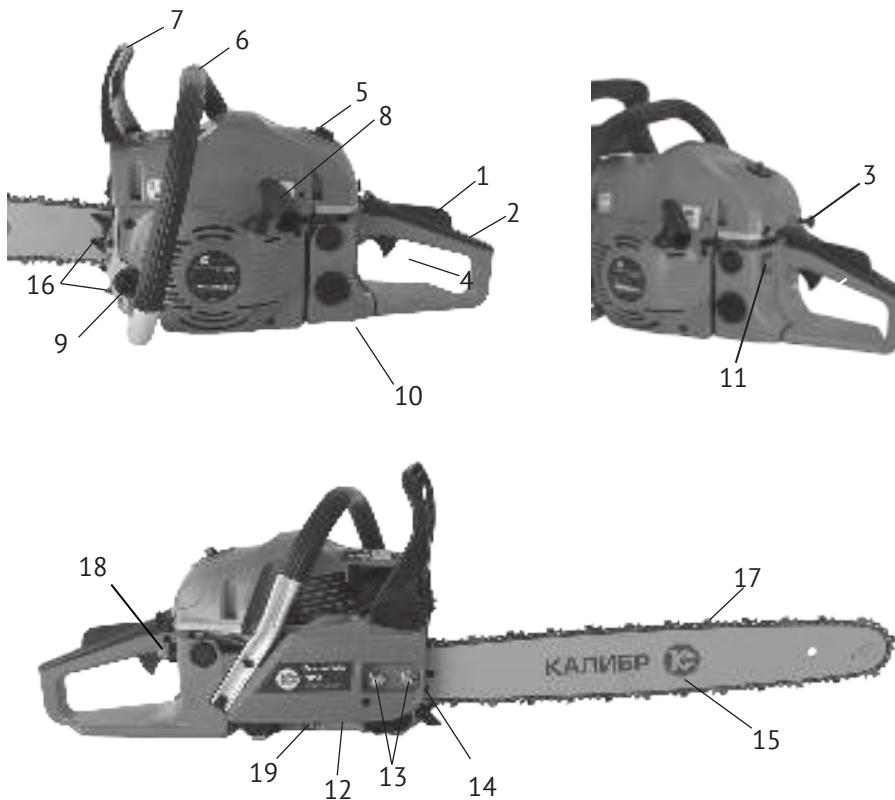

рис.1
Бензопила – инструмент, использующий в качестве привода одноцилиндровый двухтактный бензиновый двигатель внутреннего сгорания. Рабочим органом пилы является пильный аппарат, состоящий из бесконечной (замкнутой) пильной цепи (рис.1 поз.17), движущийся по шине (рис.1 поз.15).
Двигатель работает на топливе из смеси неэтилированного бензина с октановым числом не менее 92 и специального масла для 2-тактных двигателей. Он оснащён диафрагменным карбюратором и электронной системой зажигания. Для запуска двигателя служит ручной стартёр (рис.1 поз.8) и ручной насос (праймер, рис.1 поз.18) для предварительной подкачки топлива в карбюратор.
Ведущая звёздочка приводится в движение автоматической муфтой сцепления. На холостых оборотах зацепление не происходит, и пильная цепь не движется. Увеличиваем обороты двигателя до рабочих нажатием на рычаг управления дросселем (рис.1 поз.4). При этом колодки муфты сцепления расходятся и входят в зацепление с барабаном. Вращение начинает передаваться на приводную звёздочку пильной цепи. После отключения рычага управления дросселем, обороты двигателя снижаются до холостого хода (около 3000 об/мин), цепь автоматически останавливается. Остановка цепи также осуществляется механическим тормозом двойного действия: вручную, нажав левой рукой на щиток тормоза (рис.1 поз.7) от себя, или при срабатывании автоматического инерционного привода (при отскоке, защемлении цепи).
Две рукоятки пилы – передняя (рис.1 поз.6) и задняя (рис.1 поз.2) оснащены устройством виброгашения.
2.4 Общий вид бензопилы представлен на рис.1
2.5.1 Установка зубчатого упора (рис.1 поз.16)
Перед монтажом зубчатого упора убедитесь, что переключатель зажигания (рис.1 поз.11) находится в положении «0» - выключено.
- открутите с помощью комбинированного ключа гайки (рис.1 поз.13) крепления шины и снимите тормоз цепи в сборе;
- установите зубчатый упор (рис.1 поз.16) (зубьями вверх) и зафиксируйте двумя винтами (см.рис.).
- Ослабьте с помощью комбинированного ключа и снимите с пилы гайки (рис.1 поз.13)
- При снятом тормозе цепи, установите шину (рис.1 поз.15) на крепёжные шпильки в крайнее заднее положение.
- Пильную цепь (рис.1 поз.17) наденьте на ведущую звёздочку, расположенную за барабаном сцепления. Уложите верхнюю часть цепи в паз шины, пропустите цепь между зубцами ведомой звёздочки на переднем конце шины. Потяните шину вперёд так, чтобы нижняя часть цепи «села» в паз шины. Проверьте, чтобы направление зуба цепи совпадало с направлением, указанном на корпусе. Убедитесь, что тормоз цепи находится в выключенном положении.
- Удерживая шину с цепью, установите тормоз цепи на крепёжные шпильки, так чтобы сухарь винта натяжителя цепи (рис.1 поз.14) попал в регулировочное отверстие хвостовика шины.
- Затяните гайками (рис.1 поз.13) шину и тормоз цепи вручную.
⚠ Внимание! Перед регулировкой натяжения цепи убедитесь, что гайки крепления шины (рис.1 поз.13) немножко ослаблены.
Регулировка натяжения цепи производится винтом (рис.1 поз.14) при ослабленных гайках крепления шины:
- открутите пробку масляного бака (рис.1 поз.9);
Расход масла для смазки цепи регулируется винтом (рис.1 поз.19). При повороте винта по часовой стрелке расход масла уменьшается, при повороте против часовой стрелки – увеличивается (символы MAX и MIN на корпусе).
- установите переключатель зажигания (рис.1 поз.11) в положение «1» - включено;
- несколько раз медленно нажмите на колпачок праймера (рис.1 поз.18) для подкачки топлива, пока смесь не заполнит резиновый колпачок кнопки;
- вытяните до упора кнопку воздушной заслонки (рис.1 поз.3) из корпуса бензопилы;
- нажмите последовательно рычаг безопасности (рис.1 поз.1) и рычаг управления дросселем (рис.1 поз.4);
- правой рукой за рукоятку стартёра (рис.1 поз.8) сделайте несколько коротких рывков шнура стартёра до первых признаков запуска двигателя (схватывание);
- установите переключатель зажигания (рис.1 поз.11) в положение «I» - включено;
- при необходимости, несколько раз медленно нажмите на колпачок праймера (рис.1 поз.18) для подкачки топлива, пока смесь не заполнит резиновый колпачок кнопки;
- вытяните до упора кнопку воздушной заслонки (рис.1 поз.3) из корпуса бензопилы, затем задвиньте полностью обратно (заслонка заняла пусковое положение);
- выкрутить свечу зажигания, которая находится под крышкой (рис.1 поз.5) воздушного фильтра;